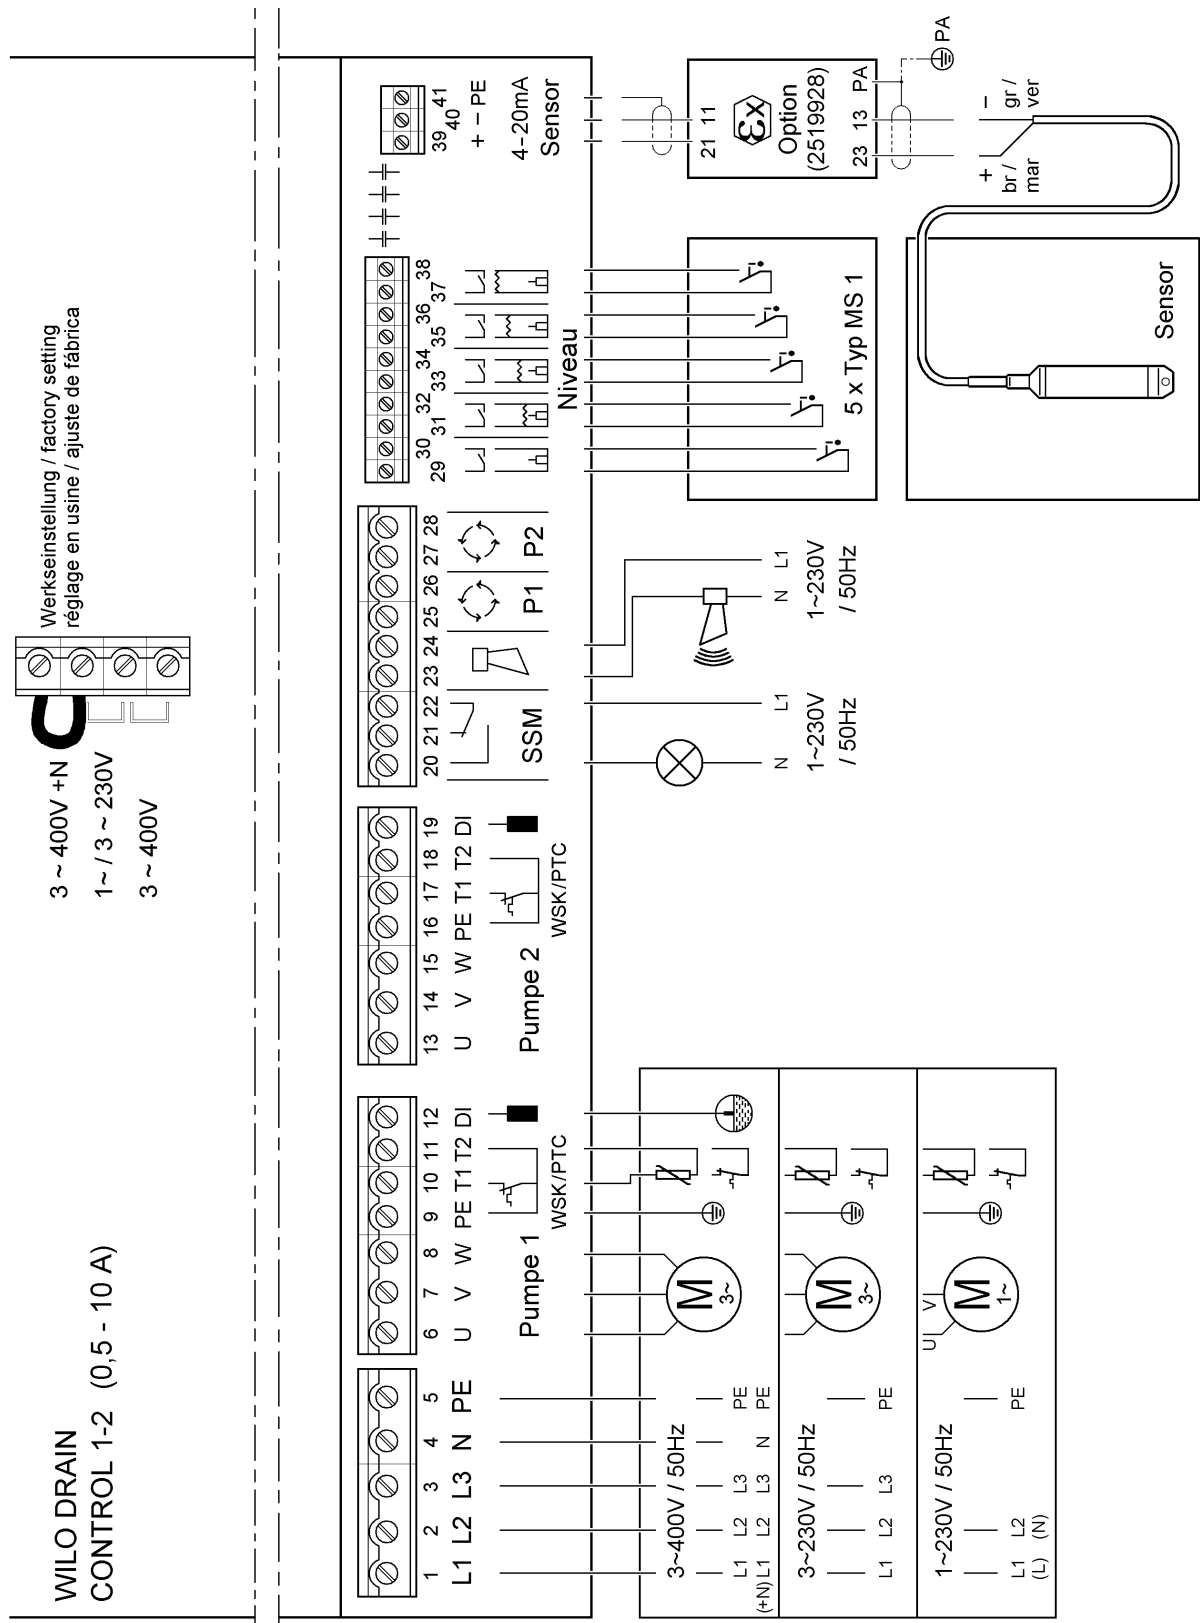
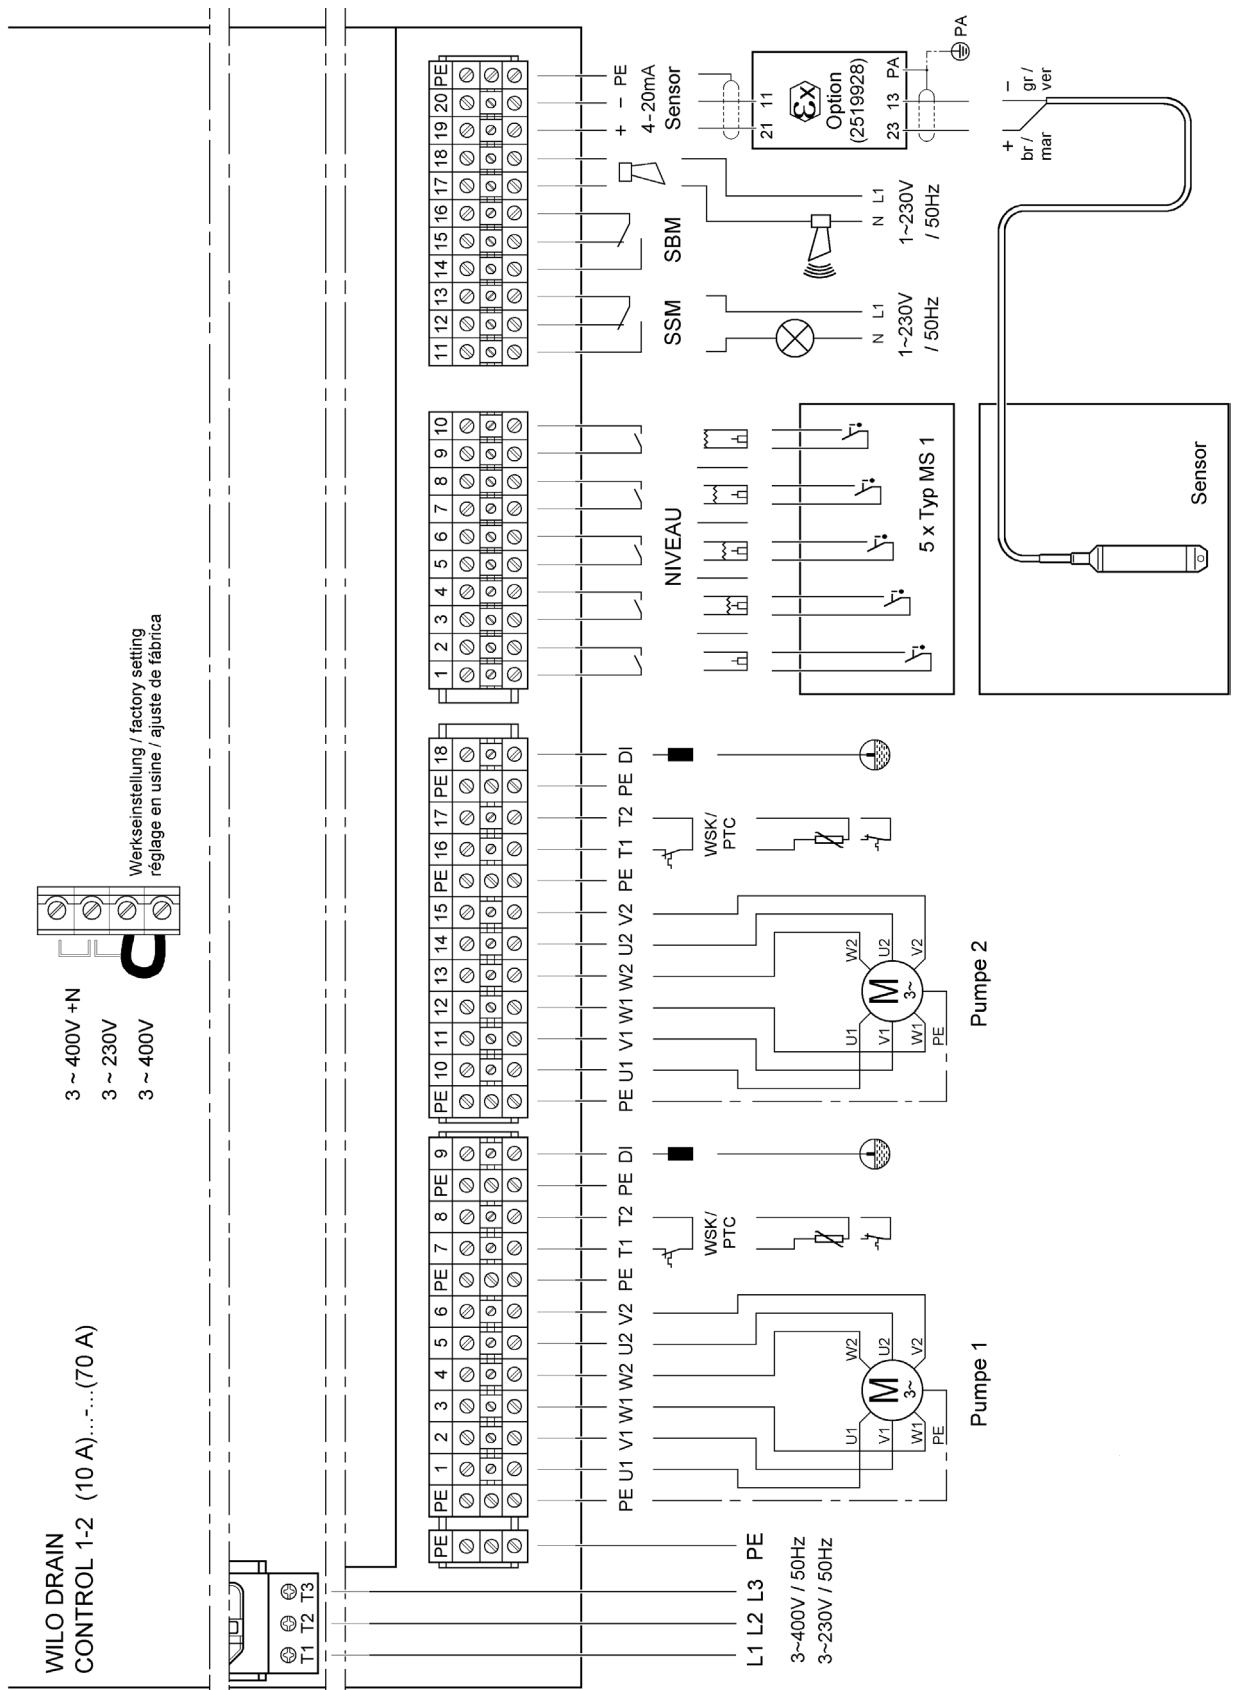

Fig. 2
Fig. 3
- Концы сетевых кабелей и кабелей для соединения насоса, вставленные в вводы, ввести через резьбовые соединения PG и произвести их электромонтаж, соблюдая маркировку на планках с зажимами : **(РИС. 2 ($P_2 \leq 4$ kW), РИС. 3 ($P_2 \geq 5,5$ kW))**